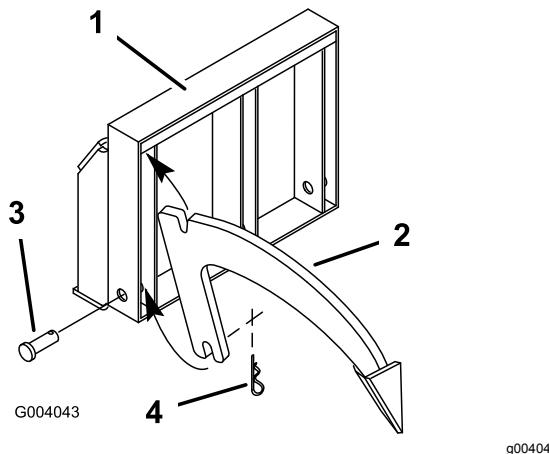

Figure 3
- Glissez la fente en haut de l'accessoire dans la barre supérieure à l'une des trois positions d'accessoire (Figure 3).
- Faites pivoter le bas de l'accessoire dans le cadre et fixez-le en place avec un axe de chape (Figure 3).
- Fixez l'axe avec une goupille fendue (Figure 3).